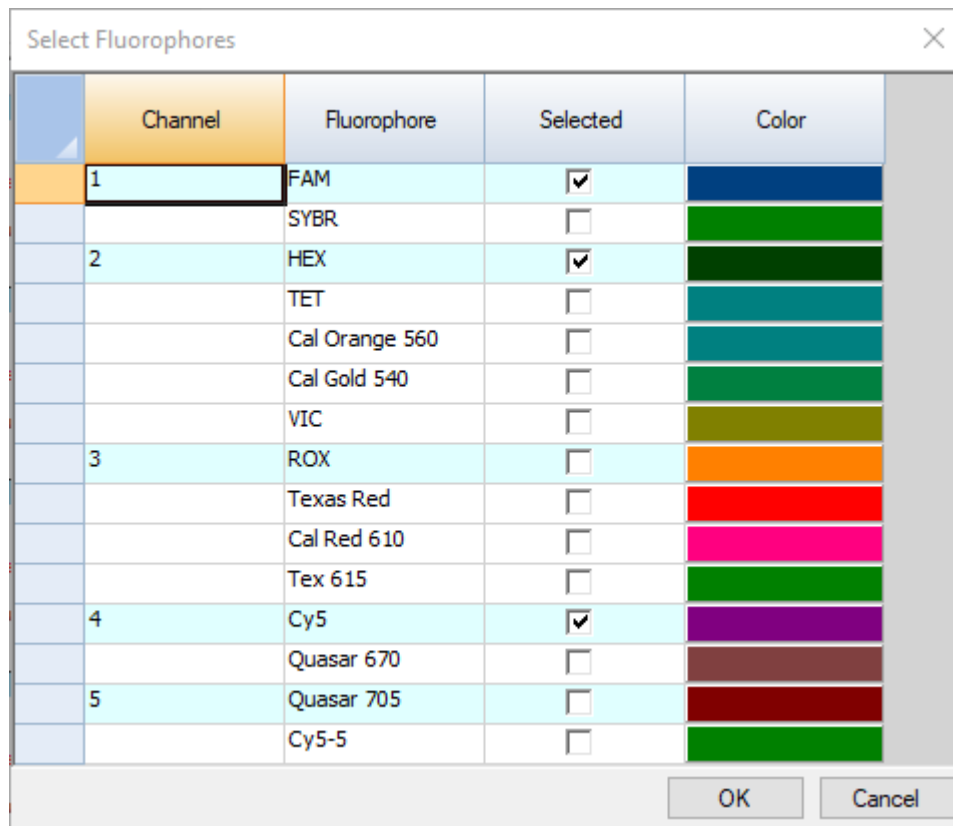

Abbildung 14 Auswahl der Fluorophore im CFX Maestro-Dialogfeld „Select Fluorophores“ (Fluorophore auswählen)
- 13** Klicken Sie auf **OK** (OK), um das Fenster „Protocol Editor“ (Protokoll-Editor) zu schließen.
- 18** Markieren Sie im Dialogfeld die Kontrollkästchen für die Fluorophore **FAM** (FAM), **HEX** (HEX) und **Cy5** (Cy5). Deaktivieren Sie die Kontrollkästchen für alle anderen Fluorophore. Siehe **Abbildung 14**.